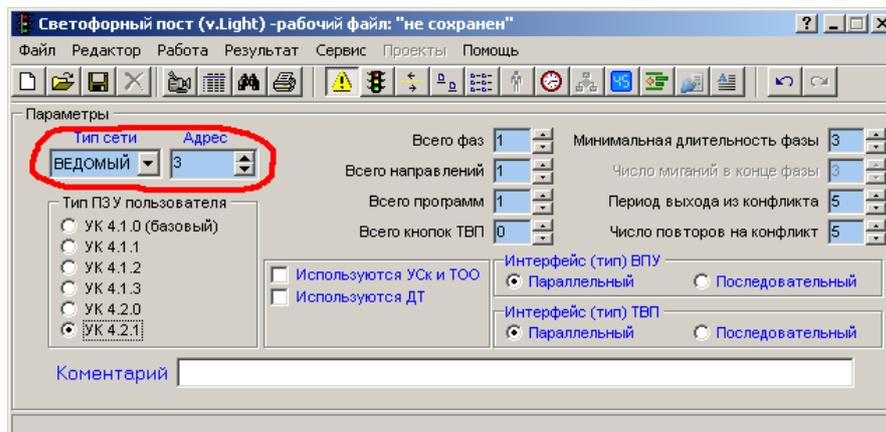

Рис. 6
3) Для каждого «ведомого» контроллера необходимо указать в пункте меню «Работа/Параметры» тип сети «ВЕДОМЫЙ» и установить уникальный адрес для данного контроллера (рис. 6)